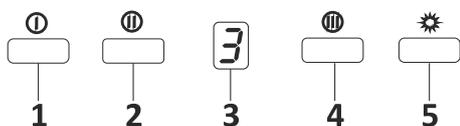

Fig. 15: Pulsante 3 Spd Dig
1. ➤ Premere questo tasto per accendere il prodotto. Quando si preme questo tasto il prodotto funzionerà anche alla velocità 1. Fig. 15
2. ➤ Quando si preme questo tasto il prodotto funzionerà anche alla velocità 2. Fig. 15
3. ➤ Dig display (display digitale) È possibile seguire la velocità in cui il prodotto è attualmente in funzione su questo display. Fig. 15
4. ➤ Quando si preme questo tasto il prodotto funzionerà anche alla velocità 3. Fig. 15
5. ➤ Premere il pulsante per accendere e spegnere la lampada. Fig. 15
6. ➤ Premendo e tenendo premuto uno qualsiasi dei pulsanti motore per più di 2 secondi verrà avviata una funzione timer della durata di 15 minuti. Verrà visualizzato un segnale all'avvio del timer e il motore si fermerà automaticamente dopo 15 minuti. Fig. 15